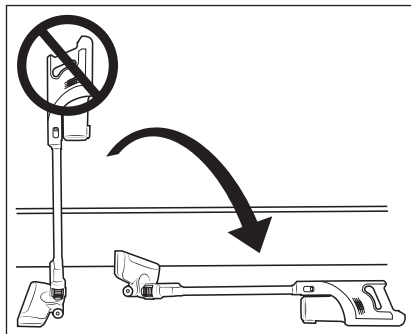

Fig. 9
- Stil ikke støvsugeren oprejst, hvis du indimellem slukker den eller vil stille den fra dig. Sæt støvsugeren i vægholderen **18**, eller læg den på gulvet (se fig. 9 og 10). Ellers kan støvsugeren vælte på grund af dens høje tyngdepunkt og blive beskadiget og i uheldige tilfælde ødelægge andre genstande.